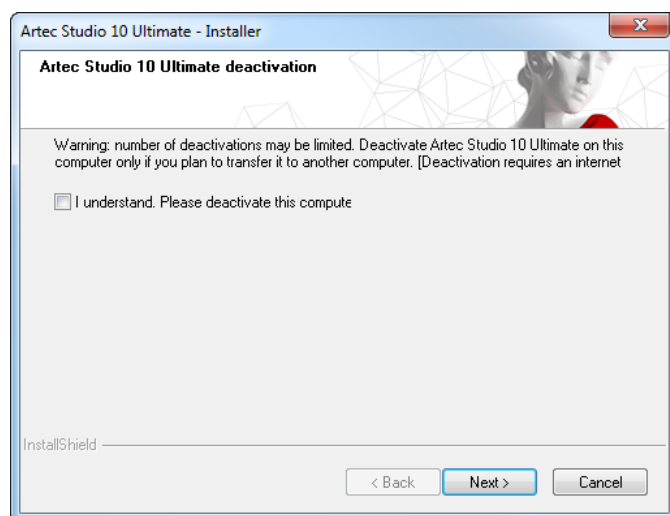

Рис. 4.17: Деактивация Artec Studio
3. Откроется диалог, как на **Рис. 4.17**. Установите флажок *I understand. Deactivate Artec Studio on this computer*.